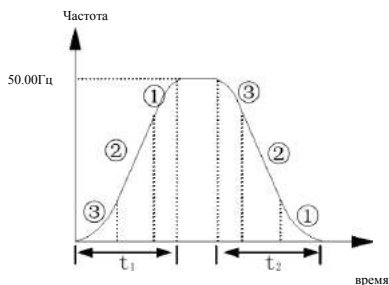

Рис. 7-2 Ускорение и замедление по S-кривой
1: Ускорение и замедление по S-кривой. Частота на выходе растет и уменьшается по S-кривой: см. рис.7-2.
Сегмент начала S-кривой показан на рис.7-2①, уклон кривой выходной частоты медленно растет с нуля.
Сегмент роста S-кривой показан на рис.7-2②, уклон кривой выходной частоты постоянный.
Сегмент завершения S-кривой показан на рис.7-2③, уклон кривой выходной частоты медленно снижается до нуля.